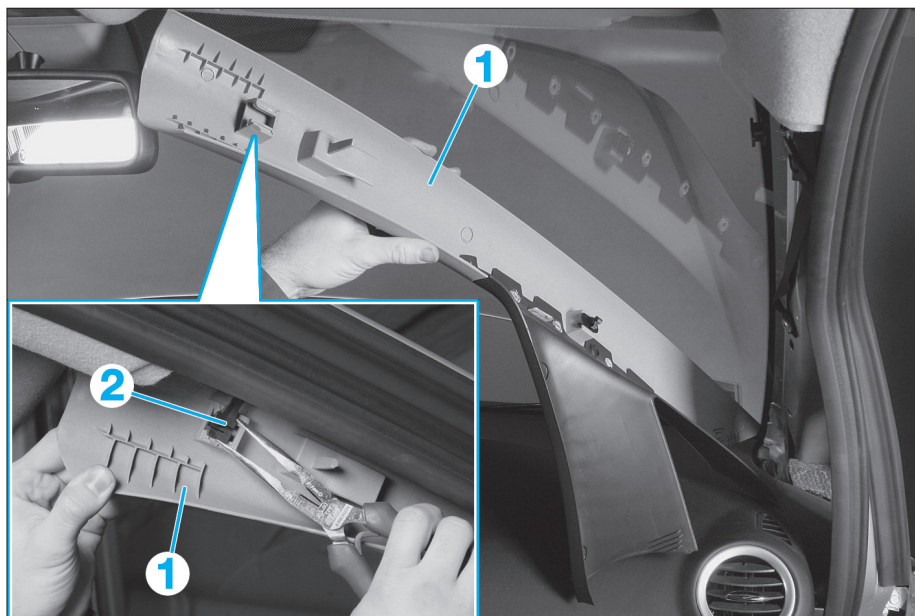

FIG. 1
- Déposer, de chaque côté, la garniture (1) des montants de pare-brise. Pour cela (Fig.1) :
- tirer le haut de la garniture (1) vers l'intérieur pour la dégrafer,
- enlever l'agrafe (2) de la garniture (1),
- sortir la base de la garniture (1) en tirant dans l'axe du montant de pare-brise.
- la garniture du montant de pare-brise (Fig.1),